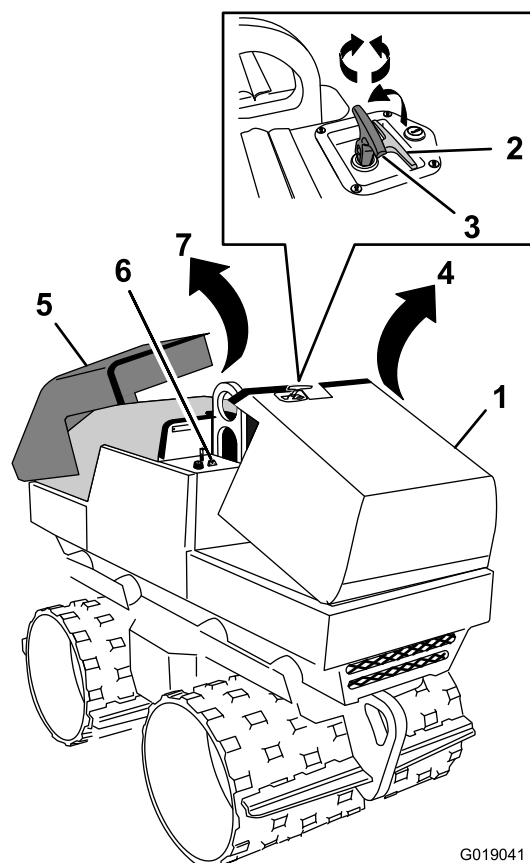

Figura 26
1. En el capó delantero, gire el tirador del capó a la posición vertical (Figura 26).
2. Gire el tirador en sentido horario (Figura 26).
3. Agarre firmemente el tirador y tire con firmeza hacia arriba para desenganchar el capó de los clips (Figura 26).
4. Gire el capó hacia arriba (Figura 26).
2. Tire del capó con firmeza hacia arriba para desengancharlo de los clips (Figura 26).
3. Gire el capó hacia arriba (Figura 26).
2. Gire el capó hacia abajo (Figura 26).
1. Sujete el tirador y gire el capó hacia abajo (Figura 26).
3. Gire el tirador en sentido antihorario (Figura 26).
4. Gire el tirador a la posición de plegado (Figura 26).